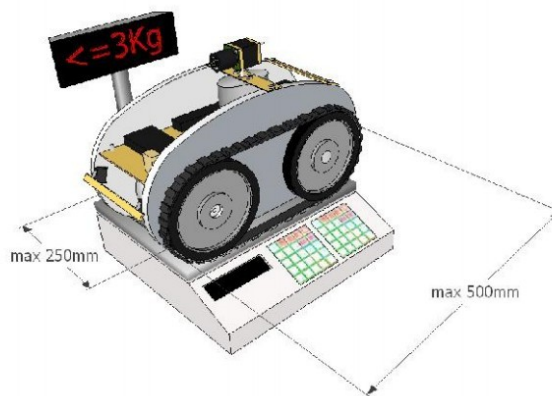

Рис.3 – Максимальные габаритные размеры и масса робота
2. Масса не должна превышать 3 кг. На рис.3 показаны ограничения на размер роботов: